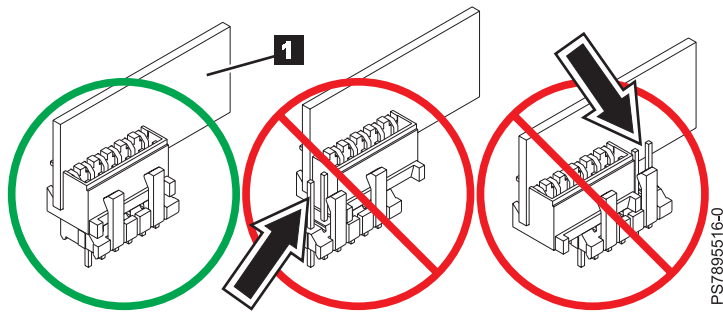

Figure 28. Installation de la carte de gestion
Pour installer la carte de gestion (repère **1** dans la figure 28, à la page 65), procédez comme suit :
4. Insérez la carte de gestion (voir repère **1** dans la figure 28, à la page 65) et vérifiez qu'elle est bien fixée sur le connecteur et placée le plus bas possible sur la carte principale.